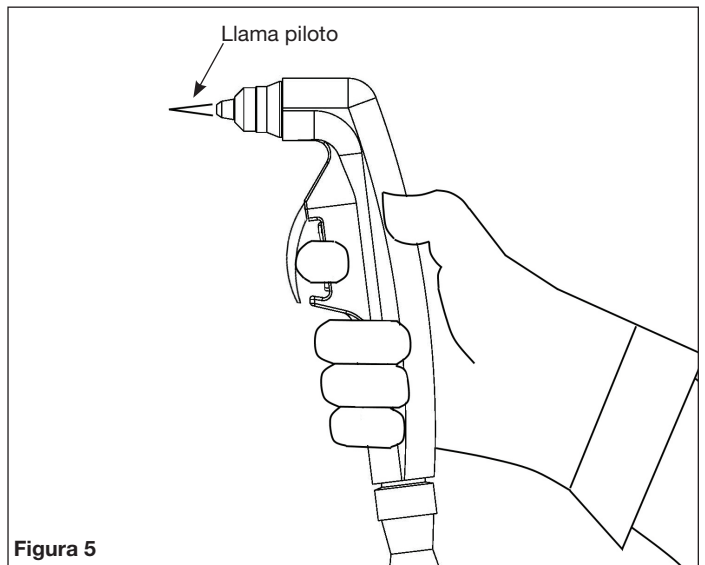

Figura 5
- ◆ **IMPORTANTE:** no tire del gatillo con el soplete apuntando a otro lugar que no sea la pieza de trabajo. Operar la llama en exteriores reducirá la vida útil de la punta y del electrodo. Vea la figura 5.